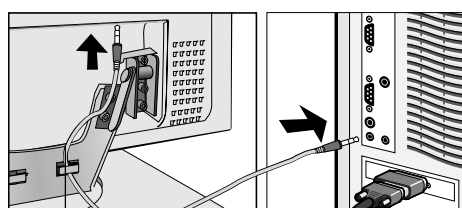

Figura A.1
2. Retire la cubierta de conectores y el conducto del cable eléctrico. Conecte un extremo del cable de audio a "AUDIO INPUT" en la parte trasera del monitor y el otro al terminal "AUDIO OUT" del ordenador. Coloque el cable de audio por debajo de la abrazadera B (**figura A.1**).